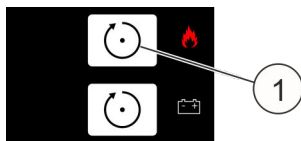

Abb. 22: [Reset]-Taste
31. ▶ Alarm mit der oberen [Reset]-Taste (Abb. 22/1) zurücksetzen.